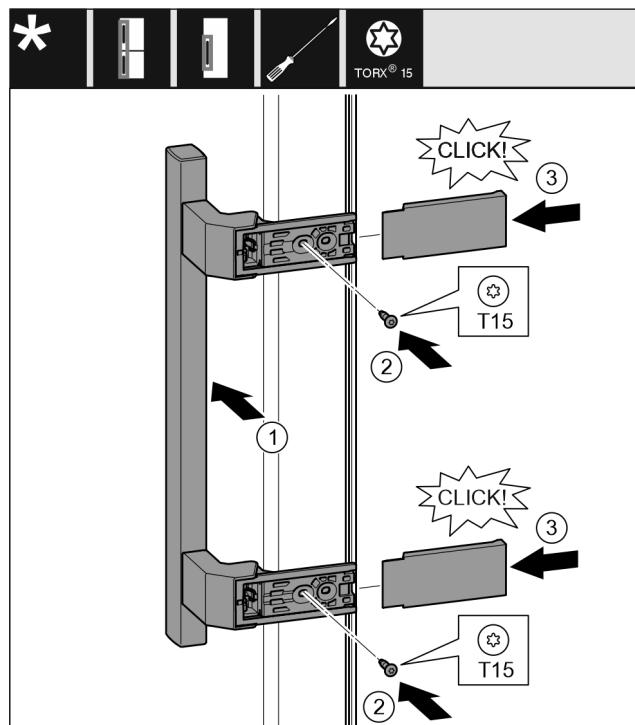

Fig. 18
- Vendosni dorezën në anën e kundërt. Fig. 18 (1)
- Mbërtheni fort vidat me një kaçavidë T15. Fig. 18 (2)
- Vendosni kapakët mbulues anash dhe shtyjini. Fig. 18 (3)